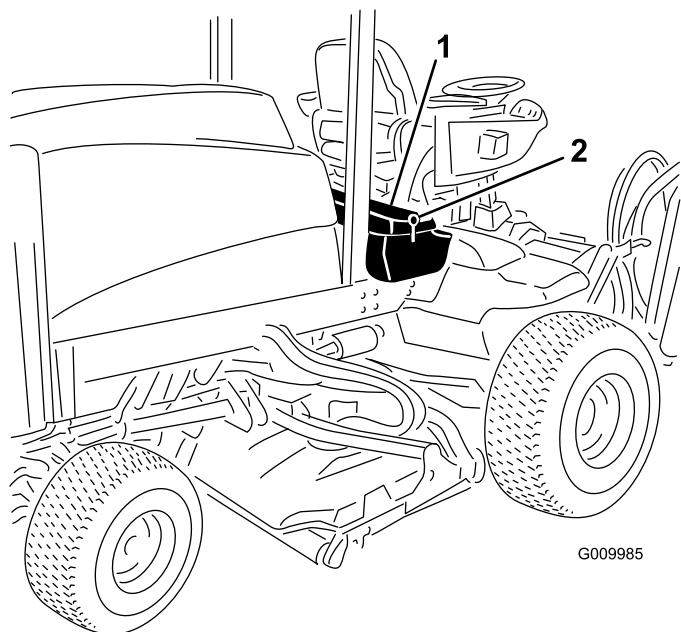

Figure 41
1. Déverrouillez et soulevez le panneau de la console (Figure 41).